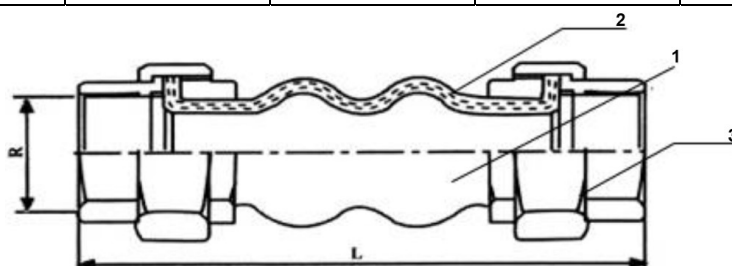

Рис.1
3.2. Основные габаритные и присоединительные размеры, приведены в табл. 2 и на рис. 1.
4.1. Муфтовые компенсаторы состоят из следующих основных частей (см. рис.1).